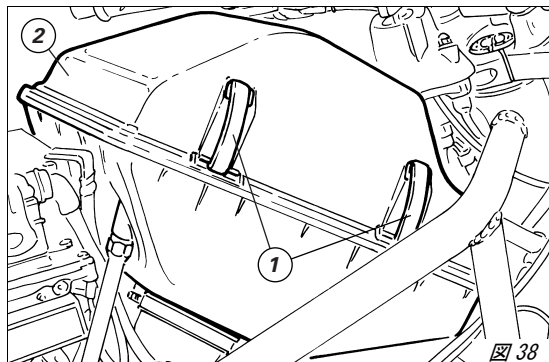

図 38
エアフィルターの交換 (図 38)
フィルターを外すには、フィルターボックスの両側にあるカバーを固定しているつまみ (1) を外し、カバー (2, 図 38) を外します。